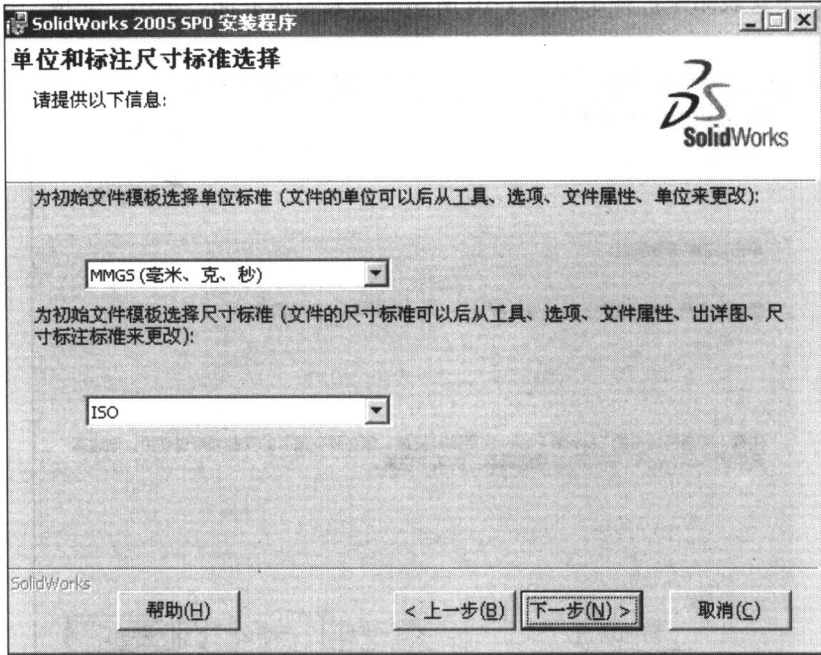

图 1-7 选择单位和尺寸标注标准
- (7) 单击“下一步”按钮，如图 1-7 所示，选择单位和尺寸标注标准。